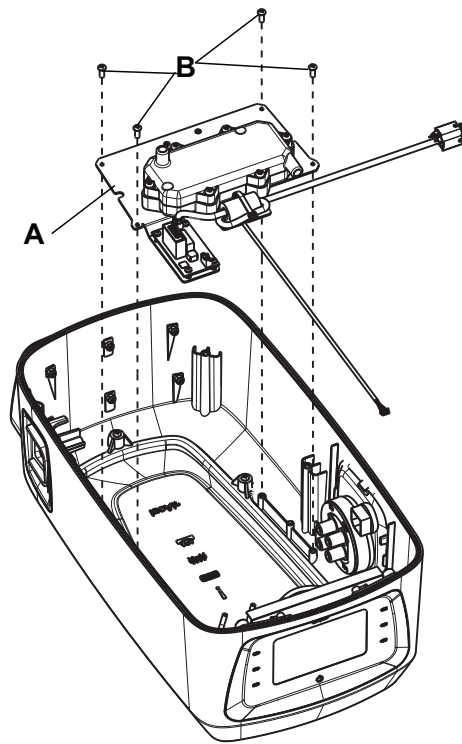

Figure 32 – Carte LED
2. À l'aide d'un tournevis cruciforme n° 1 tronqué, retirer les quatre vis (B) qui fixent la carte LED (A) à l'ensemble LED d'état avec silencieux (Figure 32). Conserver les vis.